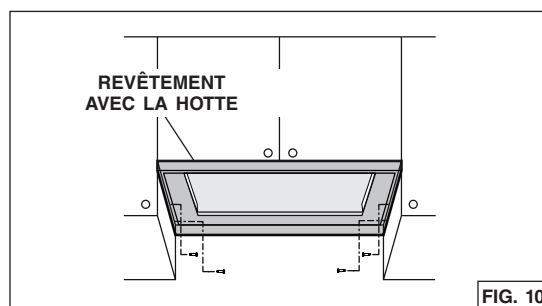

FIG. 10
7. Fixer le revêtement d'armoire (fig. 10) à l'aide des 4 vis incluses avec celui-ci.